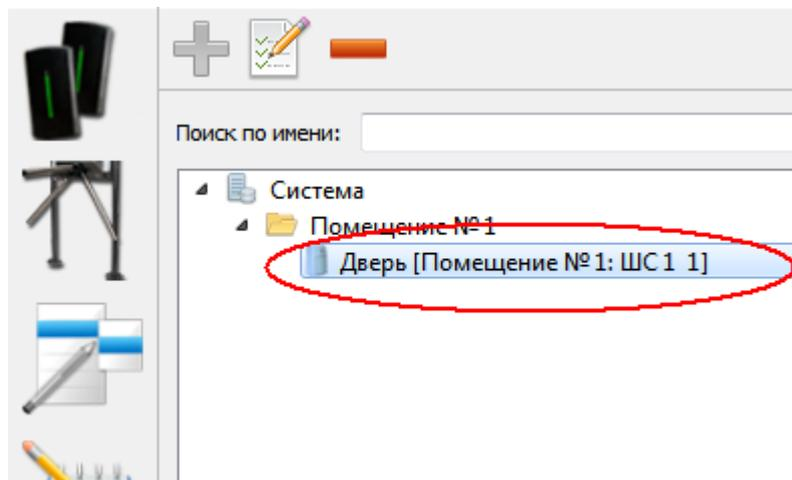

Рис. 64
- Нажать кнопку «Сохранить» - окно «Добавление охранного шлейфа» будет закрыто, а в иерархическом дереве появится добавленный шлейф (Рис. 64).